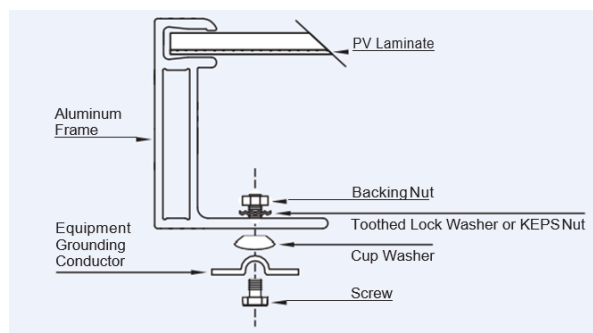

Figure 9 : Vue détaillée de l'assemblage de la vis de mise à la terre
**Option A** : vissage de l'ensemble (voir Figure 9)